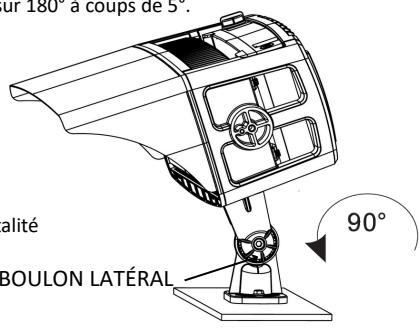

Fig. 11
3. Si le luminaire n'est pas parfaitement vertical, desserrer le boulon latéral à l'aide d'une clé Allen M10. Vous pouvez alors tourner le luminaire sur 90° dans chaque direction. Serrer le boulon à 50 Nm (36,9 pi/lb) pour fixer le tout (figure 11).